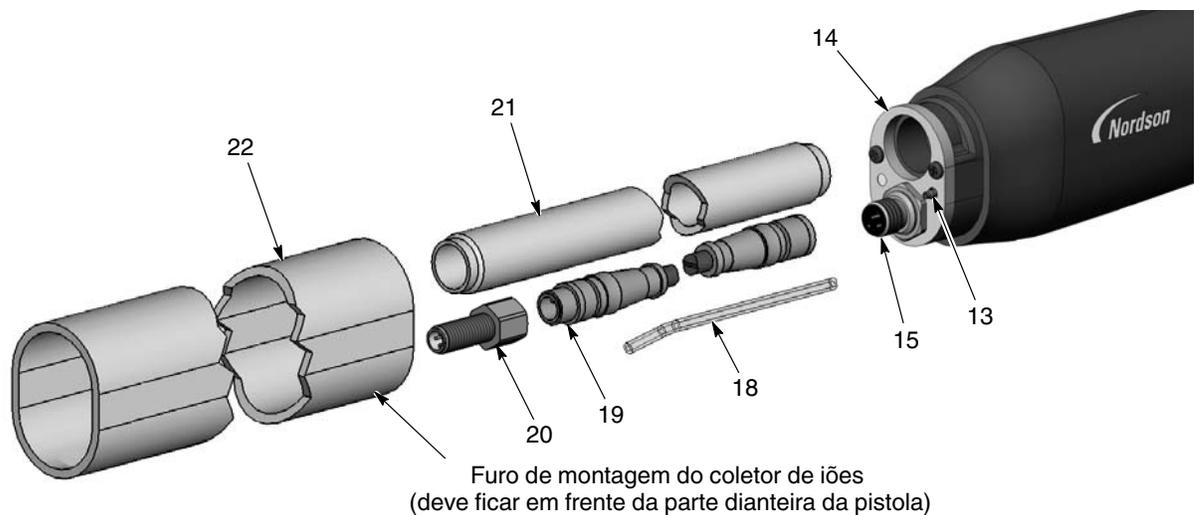
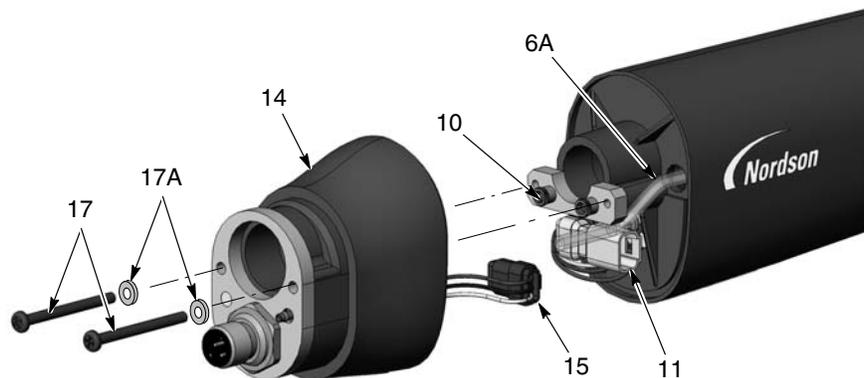
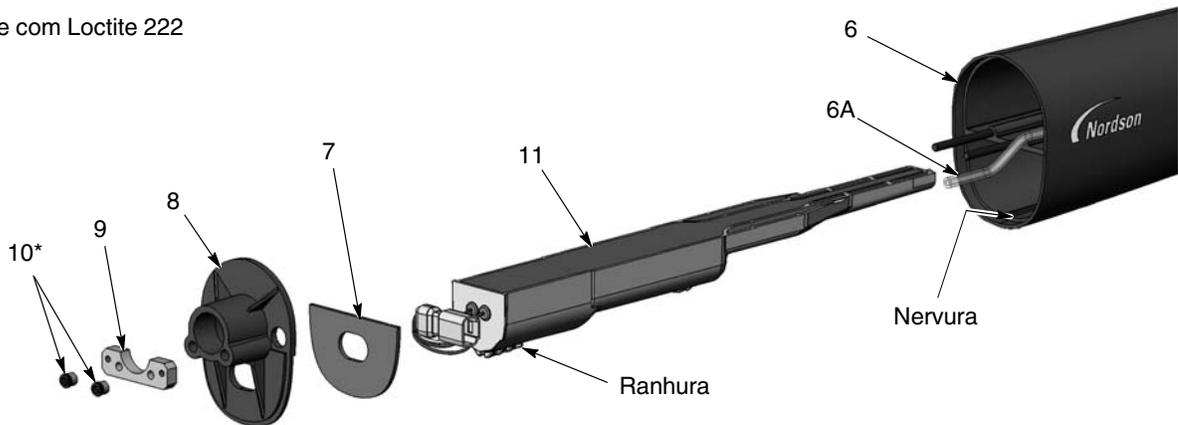

Figura 7-8 Desmontagem de pistola com tubo de suporte 2 de 5
Figura 7-9 Desmontagem de pistola com tubo de suporte 3 de 5
Figura 7-10 Desmontagem de pistola com tubo de suporte 4 de 5
7. Consulte a figura 7-8. Puxe o tubo de suporte (22) do conjunto da parte traseira do corpo (14) e sobre o tubo de fixação (21).
9. Desligue o cabo de extensão (19) da cablagem da tomada (15).
10. Desligue o tubo de ar transparente de 4 mm (18) da união estriada (13).
11. Se estiver a substituir o cabo de extensão, retire da tomada do cabo (20). No caso contrário, pode deixá-los ligados.
12. Consulte a figura 7-9. Retire os dois parafuso de sextavado interior (17) e as anilhas de segurança (17A) da parte traseira do corpo da pistola (14).
13. Puxe cuidadosamente a parte traseira do corpo da pistola para fora da divisória (8) o suficiente para desligar a cablagem de alimentação de corrente (11) da cablagem da tomada (15) e para desligar o tubo do conjunto de filtro (6A) da união estriada no interior da parte traseira do corpo.
14. Consulte a figura 7-10. Usando uma chave hexagonal de 1/8 in., remova as duas porcas de sextavado interior (10) e a placa para aparafusar (9) para fora da divisória (8). Depois retire a divisória do corpo da pistola (6), enfiando a cablagem de alimentação de corrente através da divisória.
1. Consulte a figura 7-10. Monte a alimentação de corrente (11) no corpo da pistola (6), verificando se a nervura do corpo da pistola encaixa na ranhura da alimentação de corrente. Encaixe bem a fonte de alimentação no corpo da pistola.
2. Enfie a cablagem de alimentação de corrente através da divisória (8), depois enfie a divisória e a placa para aparafusar (9) nos pernos do corpo da pistola. Aplique cola de fixação de roscas Loctite 222 às porcas de sextavado interior (10) e enrosque-as nos pernos. Aperte as porcas com 0,45 N•m (64 inch-ounces) utilizando uma chave hexagonal de 1/8 in..
3. Consulte a figura 7-9. Ligue a cablagem da tomada (15) à cablagem de alimentação de corrente (11). Coloque os conectores de cablagem (11, 15), nas posições ilustradas, dentro do conjunto da parte traseira do corpo.
4. Ligue o tubo do conjunto do filtro (6A) à união estriada no interior da parte traseira do corpo. Enfie qualquer tubo de ar transparente adicional dentro do corpo da pistola, depois monte a parte traseira do corpo na divisória com os parafusos (17) e as anilhas de segurança (17A).
5. Consulte a figura 7-8. Enrosque o tubo de fixação (21) na parte traseira do corpo (14).
6. Ligue o cabo de extensão (19) à cablagem da tomada no conjunto da parte traseira do corpo.
7. Ligue o tubo transparente de 4 mm (18) à união estriada no conjunto da parte traseira do corpo.
8. Oriente o tubo de suporte (22) com o furo do coletor de iões voltado para a parte dianteira da pistola.
9. Consulte a figura 7-8. Ligue o cabo de extensão (19) à tomada (20) na tampa da extremidade (23).
11. Monte a tampa da extremidade no tubo de suporte, enfiando o tubo de fixação (21) e o tubo transparente de 4 mm (18) através da tampa da extremidade.
12. Fixe a tomada do cabo (20) à tampa da extremidade com a anilha de segurança e a porca.
13. Enrosque a porca do tubo de fixação (24) no tubo de fixação e aperte-a bem.
14. Monte a união (25) no tubo transparente de 4 mm.